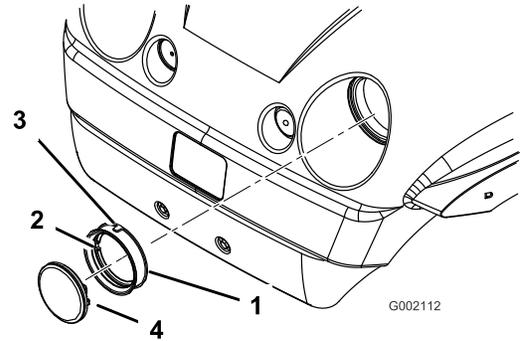

Figura 40
4. Retire la junta de goma de alrededor del faro (Figura 40). Deseche el faro.
5. Alinee la muesca del interior de la junta con la muesca del faro nuevo (Figura 40). Deslice la junta sobre el faro hasta que quede colocada firmemente.